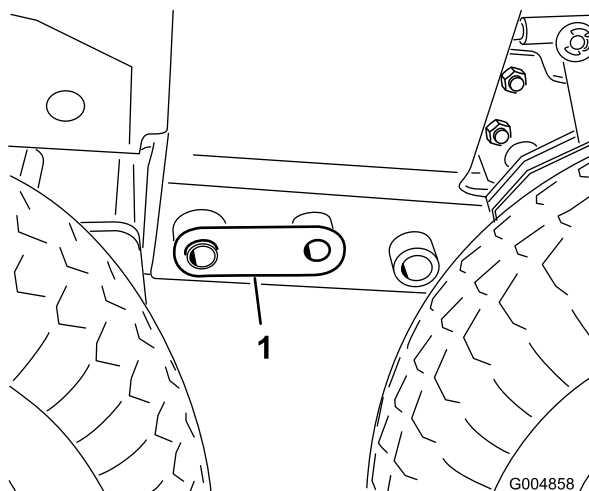

**Рисунок 82**
34. Поднимите заднюю часть кабины на достаточную высоту, чтобы освободить пространство вокруг задней части сиденья, путем медленной и равномерной затяжки подъемных болтов (Рисунок 82) с каждой стороны подъемной трубы кабины.